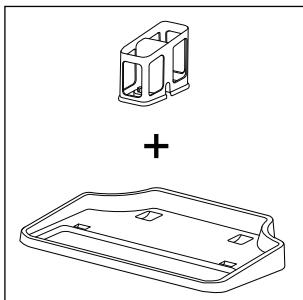
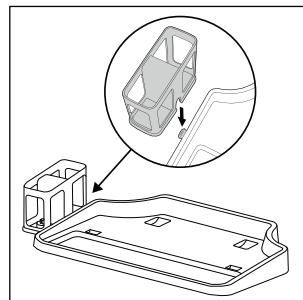

Fig. 4
Fig. 5
- ♦ La station d'accueil et de nettoyage est composée d'un socle **4** et d'un support pour rouleau brosse **5** (voir fig. 4). Pour monter la station d'accueil et de nettoyage, glissez le support pour rouleau brosse **5** latéralement dans l'ouverture sur le socle **4**. Glissez le support pour rouleau brosse **5** vers le bas dans l'ouverture jusqu'à ce qu'il soit bien fixé sur le socle **4** (voir fig. 5).